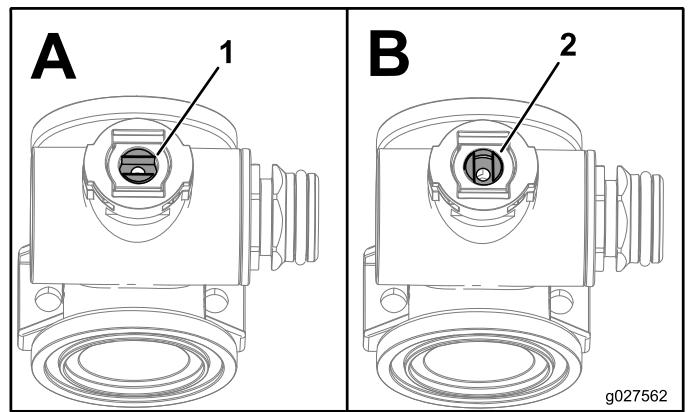

図 128
7. バルブシステムアセンブリを「閉」にセットする図128。